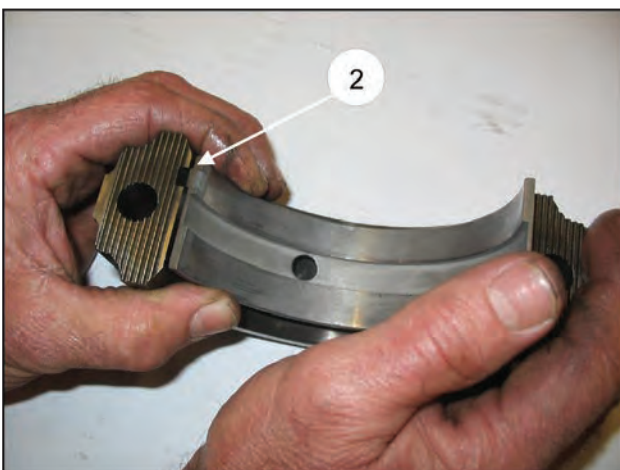

Abb. 6/a
Falls der Austausch der Kolbenführungsstangen vorgenommen wurde, muss vor deren Montage zunächst die korrekte Position der O-Ringe überprüft (Pos. ①, Abb. 6/b) und diese bei Bedarf ausgetauscht werden.